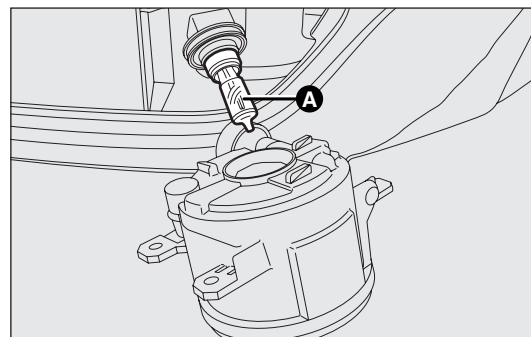

fig. 145
- extraire l'ampoule A-fig.145 en la tournant dans le sens inverse aux aiguilles d'une montre et débrancher le connecteur électrique.